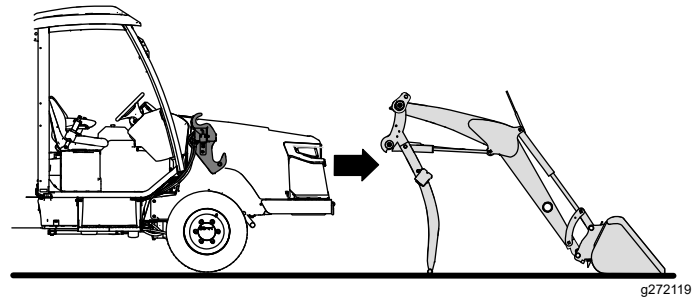

Figure 52
2. Démarrez le moteur et conduisez lentement la machine devant les bras de la chargeuse (Figure 52).